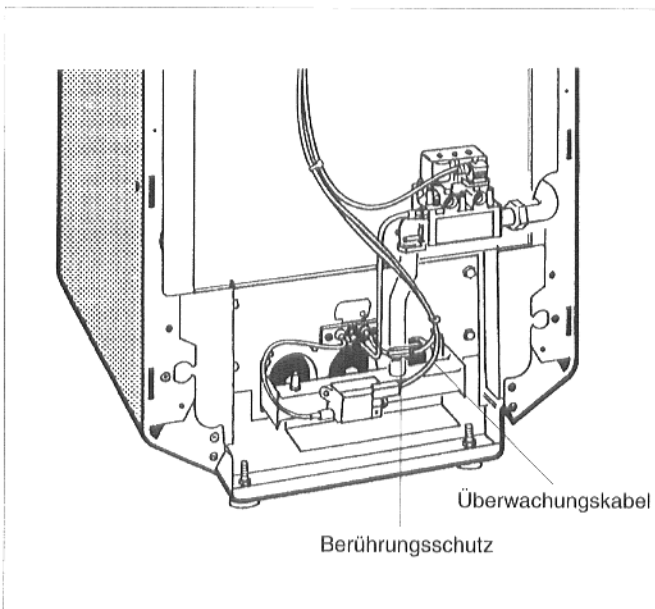

Abb. 30: Überwachungskabel
- Berührungsschutz am Überwachungskabel (Abb. 30) entfernen und Steckverbindung lösen.